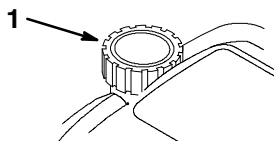

Abbildung 9
2. Den Bereich um den Kraftstofftankdeckel herum reinigen (Abb. 9).